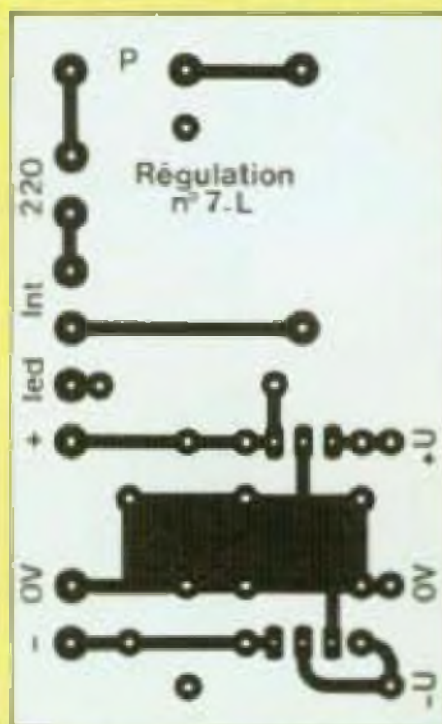

Fig. 16 : Circuit imprimé de la régulation ± 15 volts.
- la régulation, carte aux dimensions de 38 x 64 mm (figure 16).